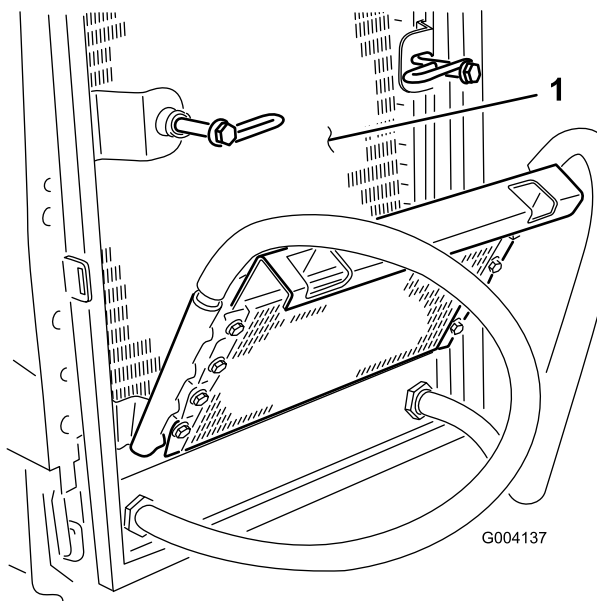

Figure 68
6. Nettoyez soigneusement les deux côtés du refroidisseur d'huile et du radiateur (Figure 68) à l'air comprimé.